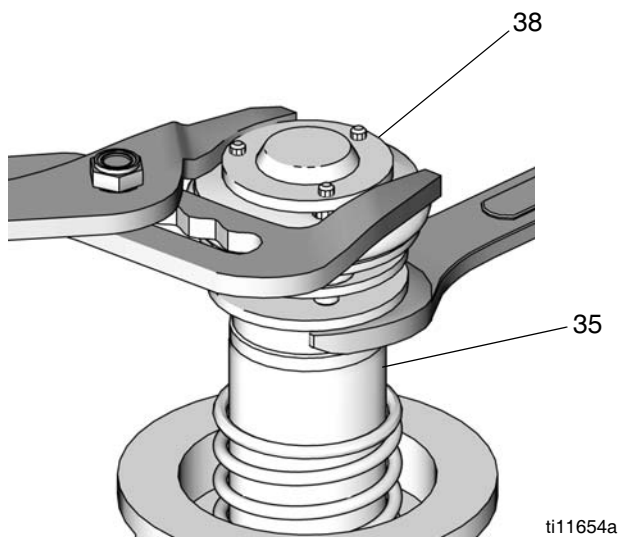
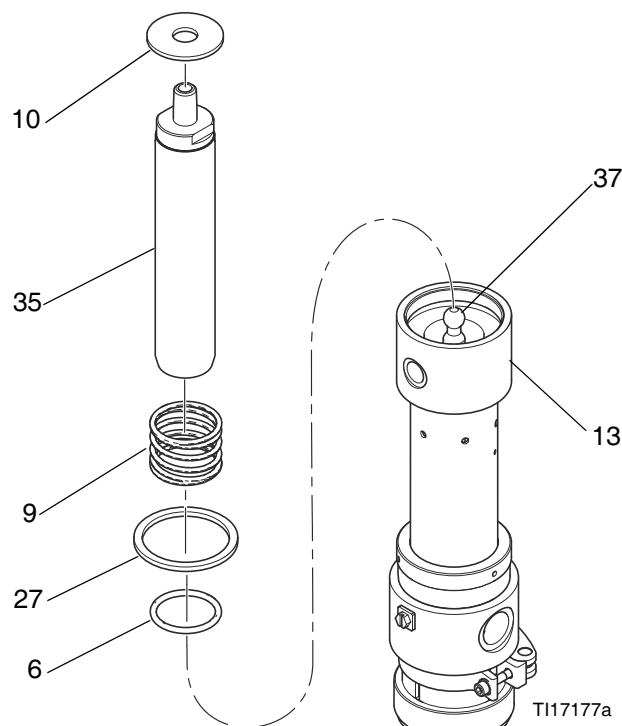

FIG. 11
FIG. 13
- Utilice unos alicates en la placa superior del pistón de la válvula de aire (38) y una llave en la varilla del pistón (35) para destornillar el pistón de la válvula de aire de la varilla del pistón. Consulte FIG. 11.
- Saque la arandela (10), el muelle inferior (9) y la junta (27). Compruebe si hay daños o desgaste y, si fuera necesario, reemplácelo. Consulte FIG. 13.
- Reinstale la junta tórica (6). Vuelva a conectar la varilla del pistón (35) y la varilla de conexión de la bomba (37). Consulte FIG. 13.
- Vuelva a instalar la junta (11), el muelle (9) y la arandela (10). Vuelva a montar el pistón (38). Aplique sellante de roscas a las roscas de la varilla del pistón (35) y atornille con cuidado el pistón (38) a la varilla. Consulte FIG. 11 y FIG. 13.